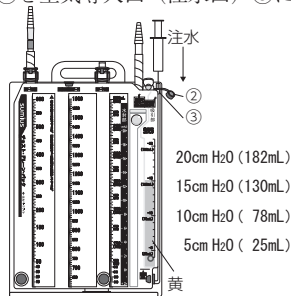

図 1
- 1) 空気導入口（注水口）③から注水して設定圧の高さまで滅菌蒸留水または生理食塩水を満たす。（図1）注水された水は黄色になる。空気導入口（注水口）③にシリンジを差し込み吸引すると水位の調節が可能である。図1の注水量は目安であり、実際には設定圧の目盛を確認しながら注水操作を行うこと。
- 2) 消音キャップ②を空気導入口（注水口）③にかぶせる。